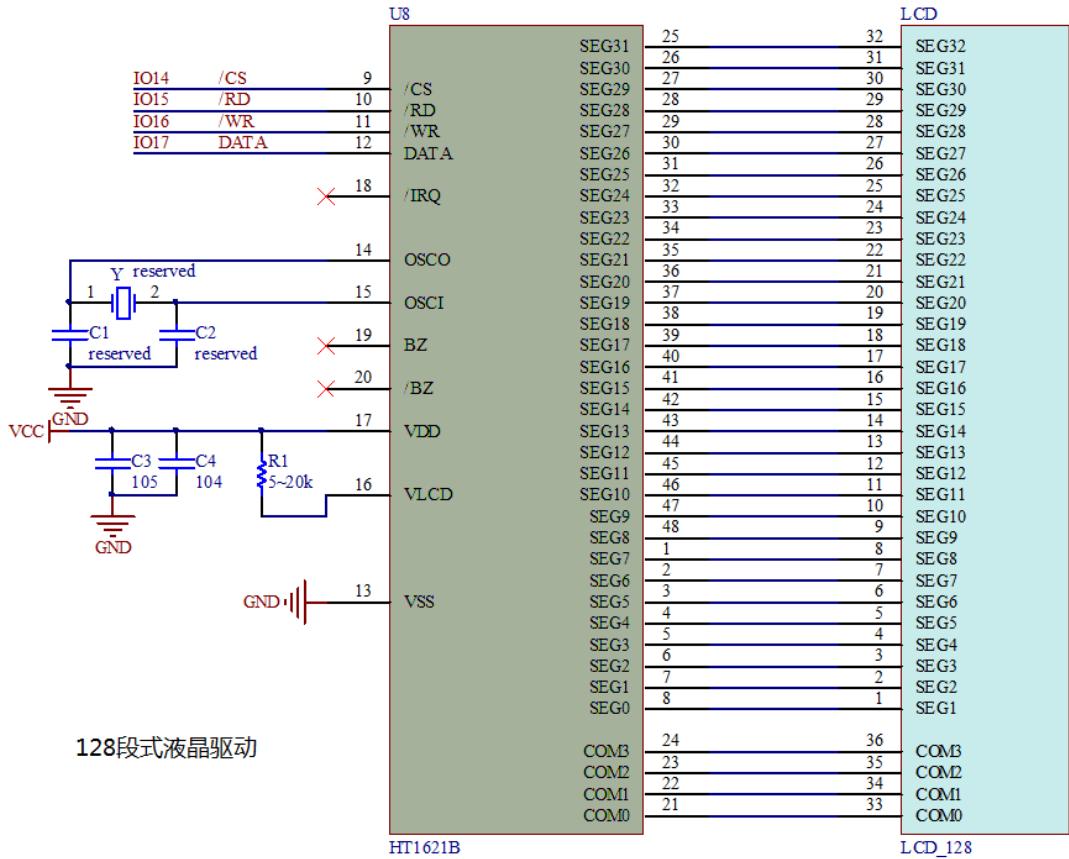

图 14.7 MSP-EXP430G2 扩展板上的 LCD 控制器连接图
如图 14.7 所示为 MSP-EXP430G2 扩展板上 HT1621 与 128 段式 LCD 的硬件连线图。
HT1621 与 LCD 之间的 36 根数据线不用多做解释，接下来解释图 14.7 中左边这些引脚是干什么用的：
- 2) IRQ 是 HT1621 的一个输出，可以被单片机当定时器或看门狗来用，图 14.7 中未使用该功能。
- 3) OSCO 和 OSCI 之间接 32.768kHz 晶振，HT1621 时钟源来源方法有很多，不一一讲了，图 14.7 中的 32.768kHz 晶振也可不接（因为我们没用到 HT1621 的定时器功能，不需要这么精确的时钟源）。HT1621 默认使用的是内部振荡器。
- 4) BZ 和/BZ 可以接一个蜂鸣器，单片机可以通过 HT1621 让蜂鸣器发出 2kHz 或 4kHz 的鸣响，图 14.7 里也没有用到它。